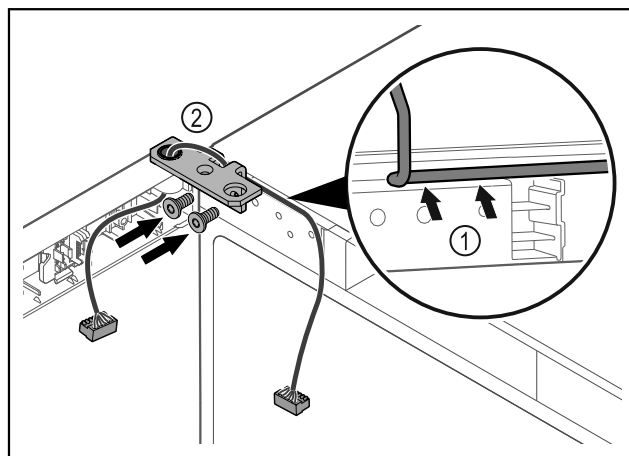

Fig. 53
- Vezesse át a kábelt a csuklópánton lévő nyíláson, majd óvatosan fektesse le Fig. 53 (1).
- Csavarozza fel a csuklópántot Fig. 53 (2).